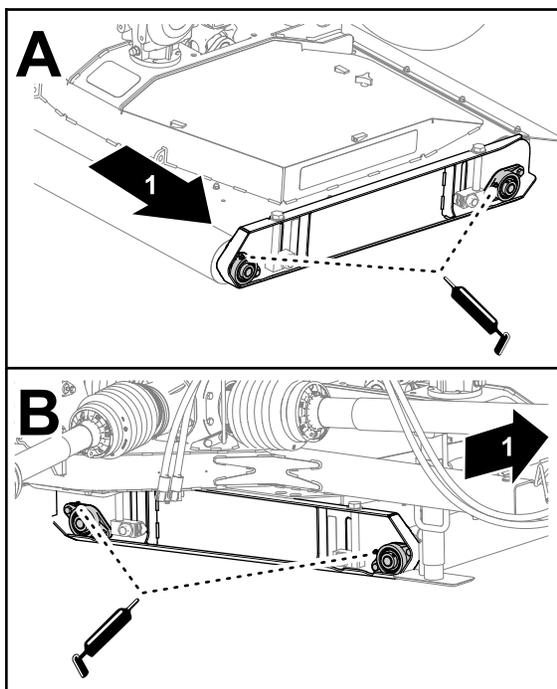

図 50
1. デッキの左側にあるデッキローラベアリングに所定のグリスを注入する 図 50。
2. デッキの右側にあるデッキローラベアリングに所定のグリスを注入する 図 50。